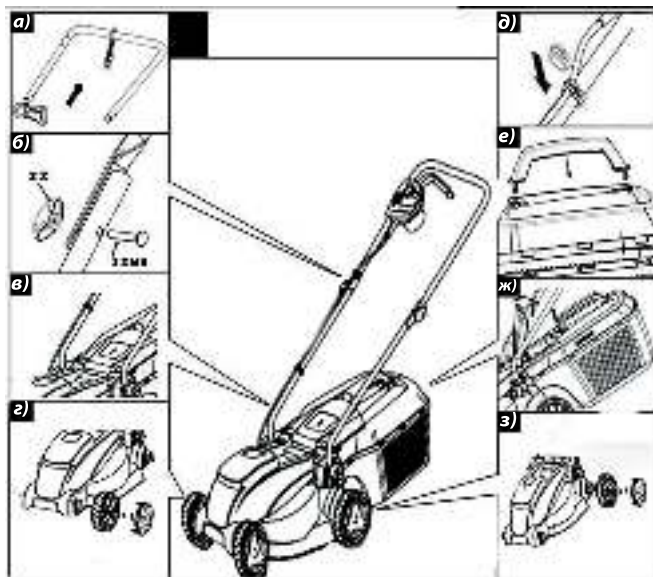

Рис. 2
#### Сборка электрической газонокосилки (Рис. 2)
1. Повесьте крючок для кабеля на верхнюю часть ручки (Рис. 2а).
2. Соедините верхнюю и нижнюю часть ручки болтами и пластиковыми гайками-барашками из комплекта поставки (Рис. 2б).
3. Вставьте концы ручки в корпус газонокосилки (Рис. 2в).
4. Установите каждое колесо на ось и закрепите их с помощью шплинтов из комплекта крепежа (Рис. 2г).
5. Закрепите силовой кабель на ручке с помощью пластиковых фиксаторов (Рис. 2д).
6. Соберите травосборник из 2-х половинок, вставив фиксаторы половинок до щелчка. Закрепите ручку травосборника сверху. (Рис. 2е).
7. Вставьте травосборник в корпус газонокосилки, закрепив на выступах в задней части корпуса (Рис. 2ж).
8. Закрепите защитные колпаки, вставив их в колеса (Рис. 2з).